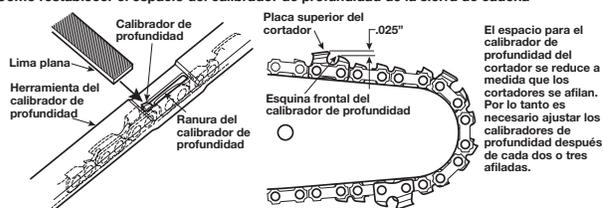

Fig. 21 Use una lima plana para restablecer el espacio del calibrador de profundidad
1. Coloque la herramienta del calibrador de profundidad (0,25") firmemente a través de la parte superior de dos cortadores. Asegúrese de que el calibrador de profundidad entre en la ranura de la herramienta de calibrador de profundidad (Fig. 21).
3. Quite la herramienta del calibrador de profundidad. Use la lima plana para redondear la esquina frontal del calibre de profundidad del cortador (Fig. 21).